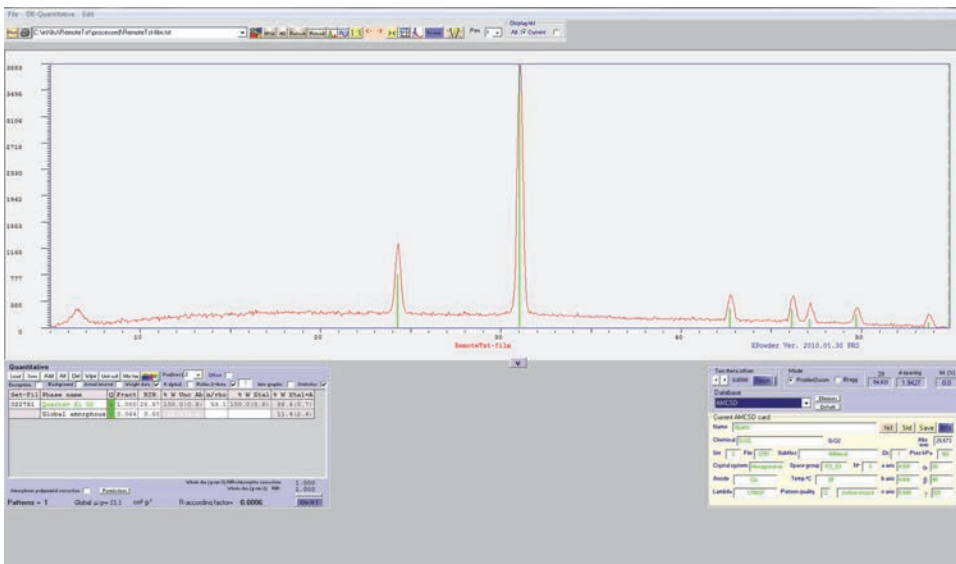

Figura C-11 Schermata Quantitative
13. Nella finestra X Powder, cliccare su **Quantitative > LS-RIR Database Cards** (Schede database LS-RIR) per visualizzare un'analisi semiquantitativa del rapporto di intensità relativo e la sintesi (vedi Figura C-11 a pagina 100).